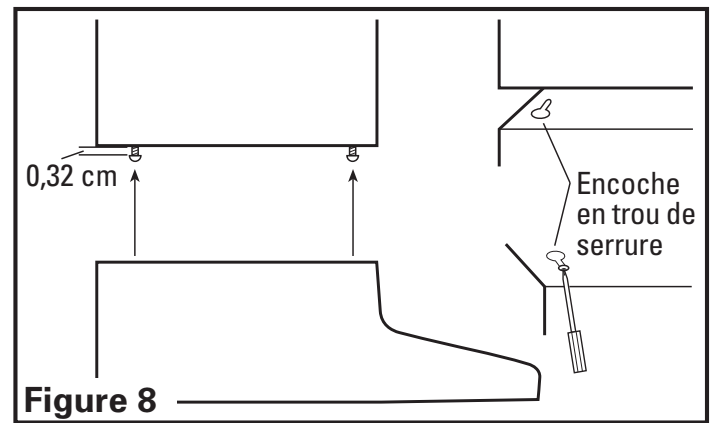

Figure 8
5. Vissez les 4 vis de montage aux endroits préalablement marqués. Laissez un jeu d'environ 0,32 cm. Faites glisser les vis dans les encoches en trou de serrure de la hotte, en prenant soin d'aligner la partie avant de la hotte avec le rebord des armoires. Ensuite, serrez fermement toutes les vis (**Figure 8**).